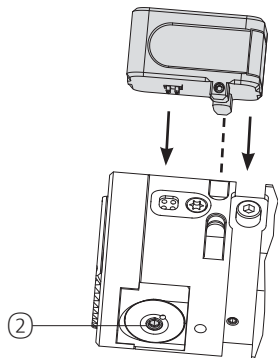
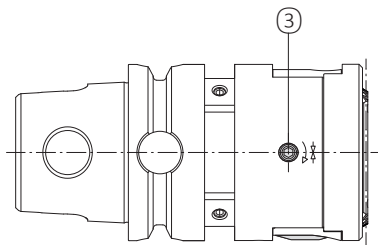

Fig. 1
Fig. 3
Per impostare il diametro seguire la sequenza delle operazioni come indicato di seguito: (Fig. 1, 2, 3):
2. Inserire l'unità display nelle scanalature di tenuta ricavate nell'utensile (posizionarlo in base ai punti di contatto, Fig. 1)
3. Accendere il modulo di lettura digitale premendo il pulsante "ON/Reset" (1). Quando viene acceso appare sul display l'ultimo valore di incremento visualizzato. Lo spegnimento automatico avviene 30 secondi dopo la fine della procedura di impostazione. Periodo massimo di accensione 120 secondi.
4. Svitare il grano di bloccaggio (3) (Fig. 3).
6. Stringere il grano di bloccaggio (3) (Fig. 3) (coppia di serraggio 3 Nm (26.55 in. lb.))